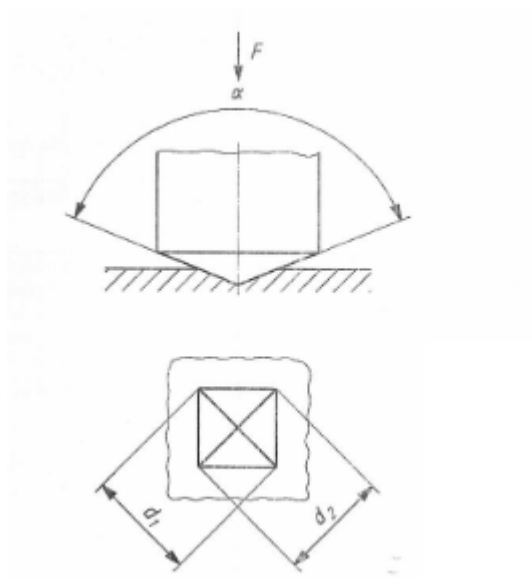

Figura 1: Princípio do ensaio / Linhas oculares
- Para efetuar a medição, deverá ser utilizada as duas diagonais da impressão e sua média utilizada para a determinação do ponto de dureza (conforme figura 1). A medida obtida no micrometro da ocular pode ser convertida diretamente em HV pela IT 63. Para saber o valor real (mm) da diagonal devemos pegar o valor D do tambor e aplicar a fórmula ( $d = D/40$ ).